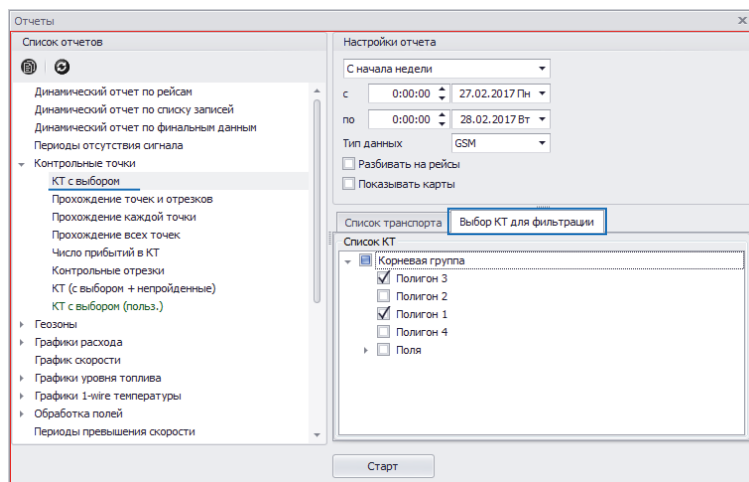

Рис.9. Выбор геозон для отчета.
- для некоторых отчетов может быть доступна дополнительная вкладка, позволяющая выбрать объекты, которые будут включены в отчет вместе с выбранными ТС. Например, для отчета «КТ с выбором» доступен выбор геозон (на вкладке «Выбор КТ для фильтрации»), по которым будет составлен отчет для выбранных ТС (**Рис.9**).